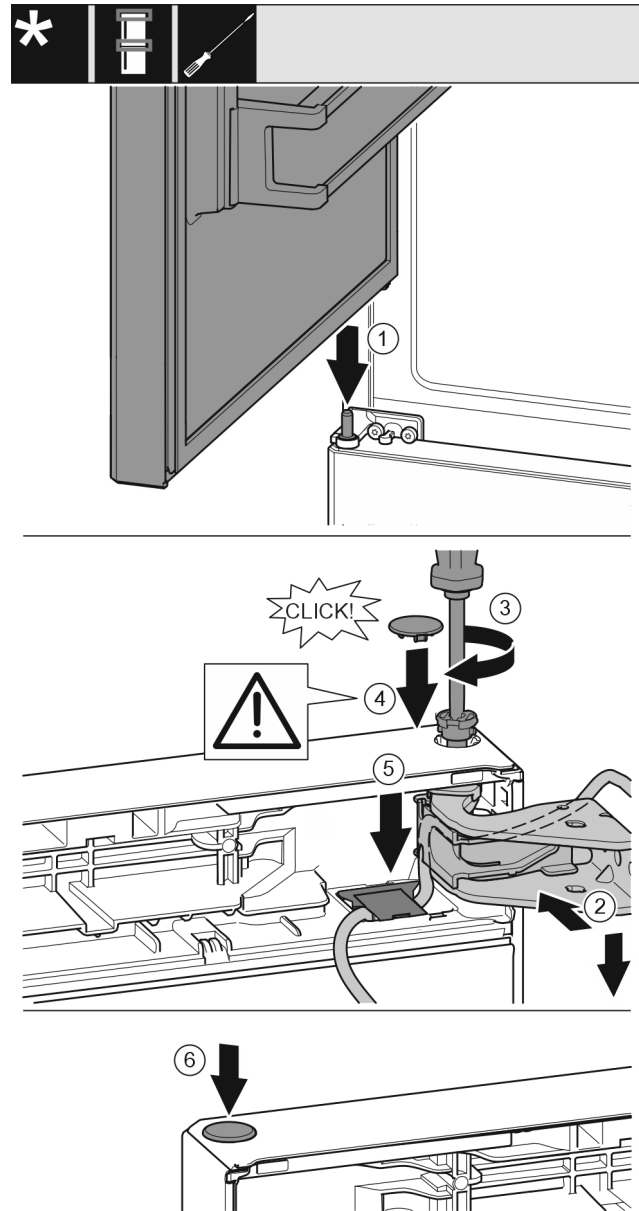

Fig. 40
- ▶ Mettre la porte supérieure sur l'axe de palier du milieu Fig. 40 (1)
- ▶ Orienter la porte en haut pour l'ouverture dans le support de palier. Fig. 40 (2)
- ▶ Poser le boulon et le visser avec un tournevis T15. Fig. 40 (3)
- ▶ Monter le cache de sécurité pour sécuriser la porte : Mettre en place le cache de sécurité et vérifier qu'il repose sur la porte. Sinon, enfoncer à fond le boulon. Fig. 40 (4)
- ▶ Mettre le cache et appuyer vers le bas jusqu'à ce qu'il s'enclenche. *Fig. 40 (5)*
- ▶ Mettre le bouchon en place. *Fig. 40 (6)*